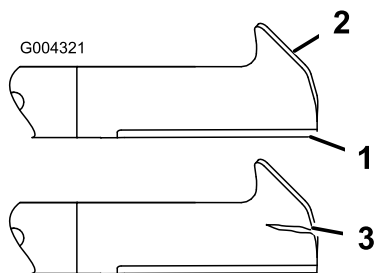

Figure 47
1. Examinez le tranchant des lames (Figure 47). Si elles ne sont pas tranchantes ou si elles présentent des indentations, déposez et affûtez les lames (voir Affûtage des lames).
2. Inspectez les lames, surtout la partie incurvée (Figure 47). Remplacez immédiatement toute lame endommagée, usée ou qui présente une entaille (repère 3 de la Figure 47).